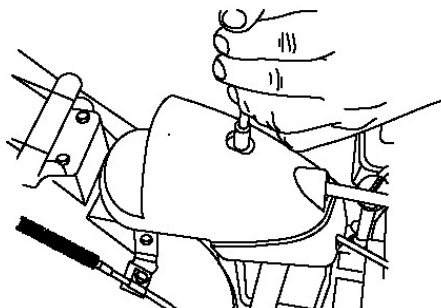

Рисунок 46
1. Снимите крепеж с крышки редуктора (Рис. 46), поднимите переднюю часть крышки вверх, подвиньте ее назад и снимите.